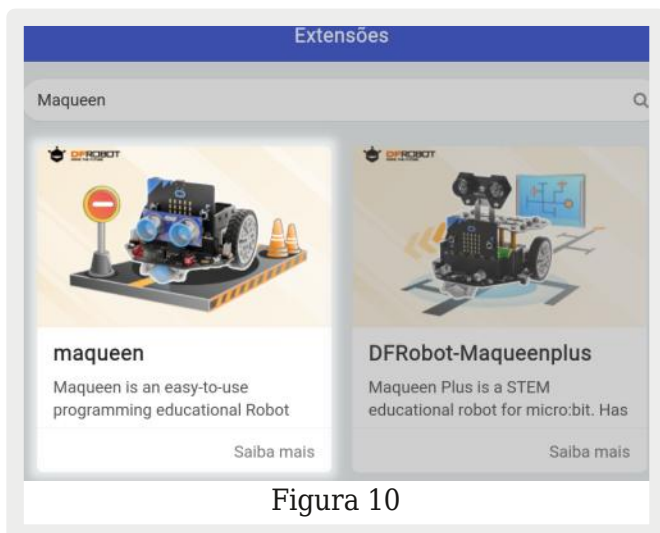

Figura 10
3. Digite Maqueen na barra de buscas e selecione o modelo Maqueen na imagem, conforme a **figura 10**.